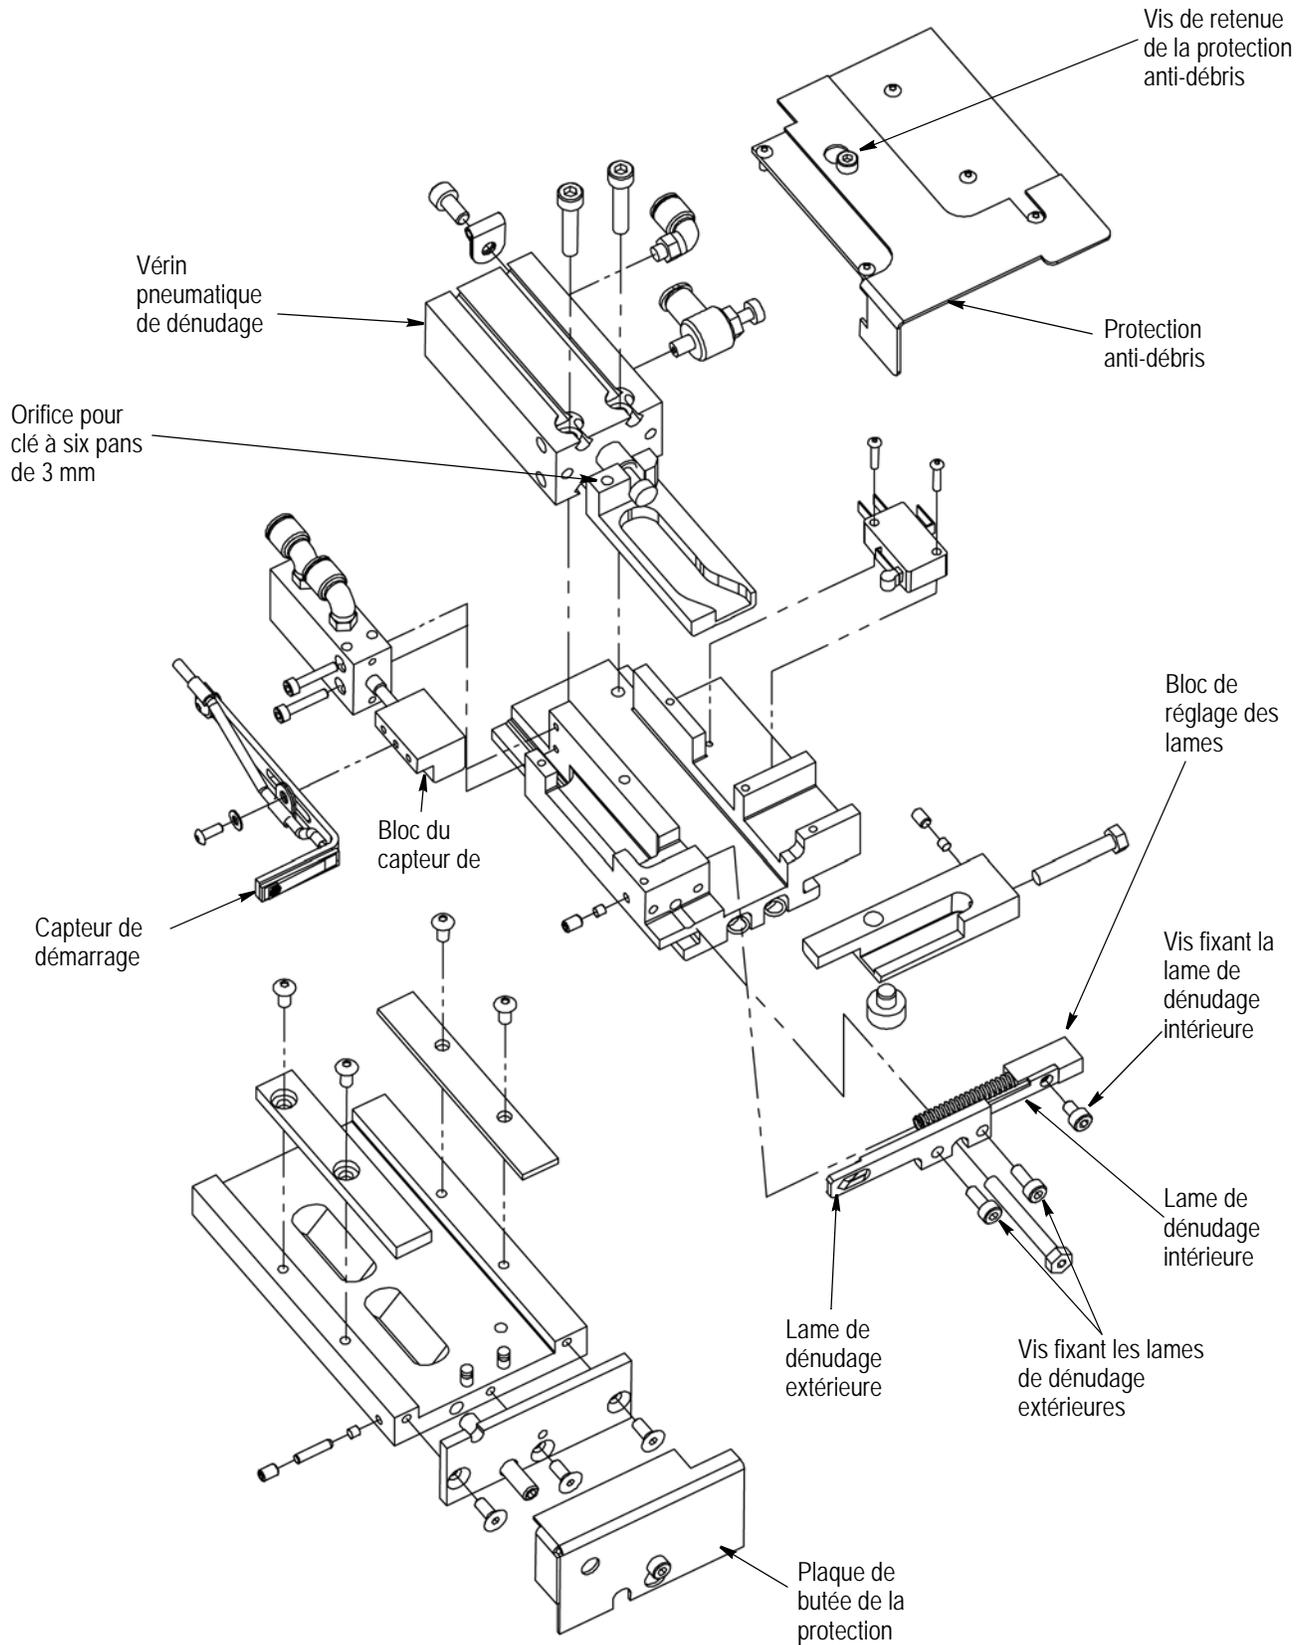

Figure 17
9.1. Remplacement des lames de dénudage (Figure 17)
9.2. Remplacement de l'ensemble du capteur de démarrage (Figure 17)